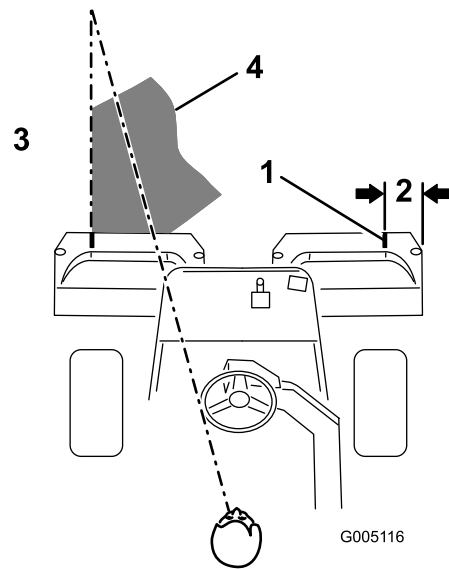

図 25
**注** グリーン内をぶれずにきれいに直進し、刈り込みの済んだ列との距離を一定に保つて走るためには、車体前方 1.8 から 3 m のところに視線を置いて、刈り込み済みの済んでいる列にラインを合わせるようにするのがコツです **図 25**。ハンドルを目印にして距離を合わせても良いでしょう。その場合、ハンドルの縁と本機前方の目標ラインとを重ねて見ながら運転します。